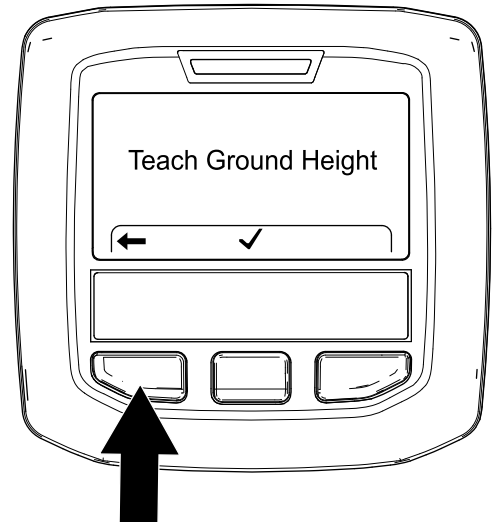

图 71
7. 按左侧 InfoCenter 信息中心按钮可退出“设置离地高度”应用程序图 71。